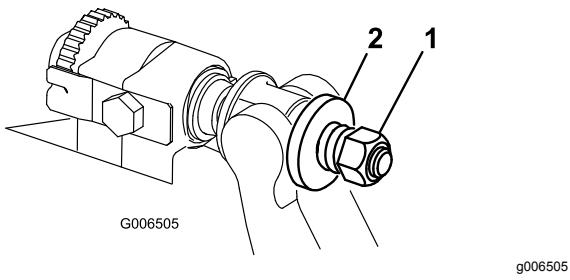

Рисунок 23
- Затяните гайку натяжения пружины, чтобы пружина полностью сжалась, затем отверните ее на 1/2 оборота (Рисунок 23).